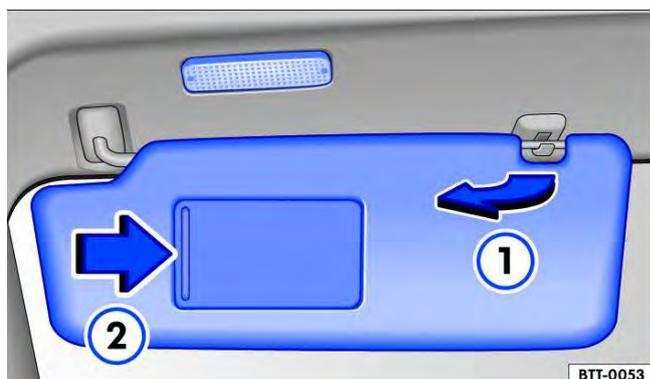

Fig. 84 Para-sol.
- Retirar do suporte e girar na direção das portas → Fig. 84 ①.
No para-sol rebatido para baixo há um espelho de cortesia atrás de uma cobertura. Ao abrir a cobertura → Fig. 84 ② uma lanterna se acende.